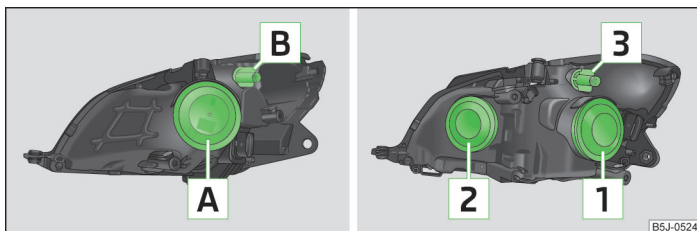

Fig. 153 Disposizione delle luci: Fari alogeni / proiettori alogeni
- » Estrarre la copertura in gomma » fig. 153 a pagina 193.
- Estrarre la copertura in gomma **[2]** » fig. 153 a pagina 193.
- Ruotare il portalamпада **[B]** o il portalamпада » fig. 153 a pagina 193 **[3]** sino all'arresto in **senso antiorario** e quindi estrarre assieme alla lampada dell'indicatore di direzione.
- Estrarre la copertura in gomma **[A]** » fig. 153 a pagina 193 oppure **[2]**.